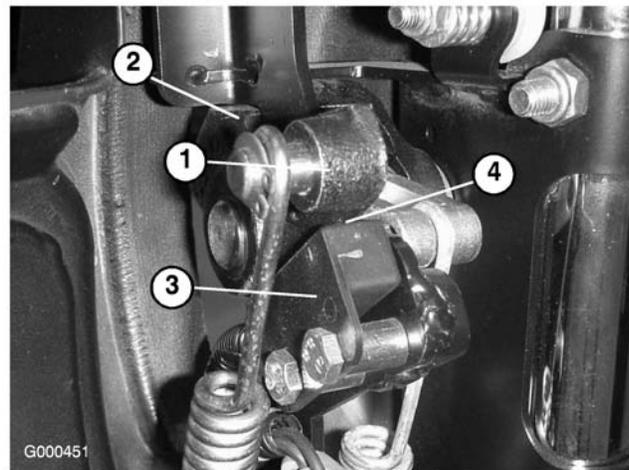

図 26
2. 行レバーを、ニュートラル・ストップに接触させる（図 26）。
3. スイッチ（図 26）を固定しているネジをゆるめる。
4. 走行レバーとスイッチ（図 26）の間に 0.8 mmのすきまゲージをはさむ